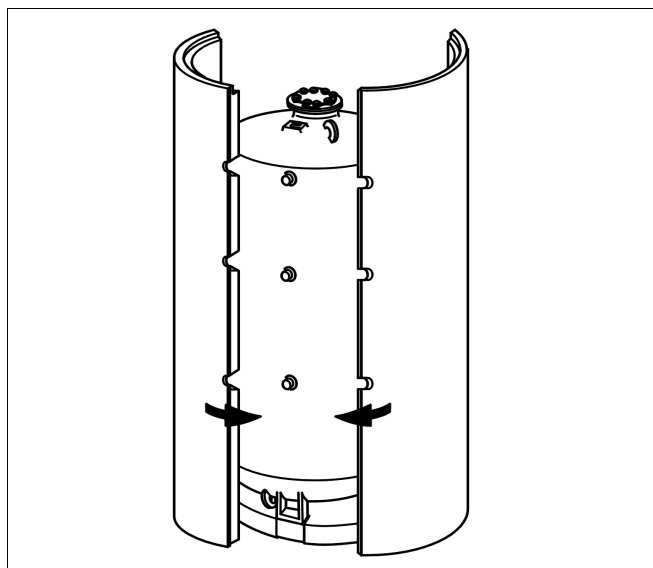
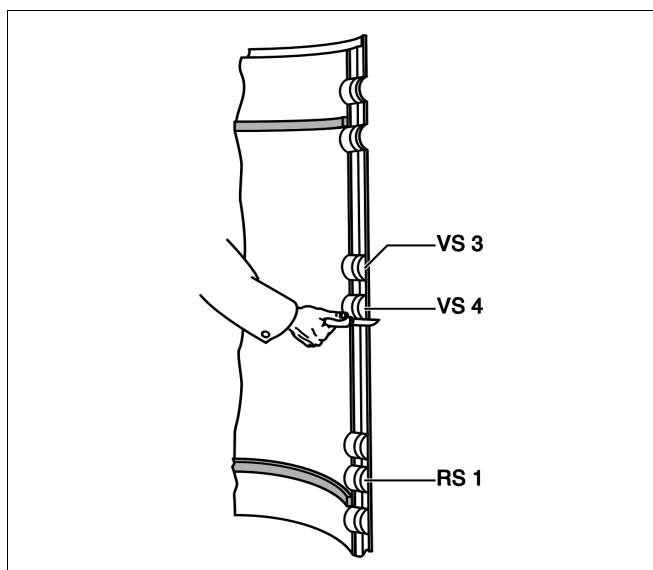

Fig. 6
Fig. 7
- Disporre i 4 segmenti termoisolanti, in maniera corrispondente alle aperture risp. agli attacchi, attorno al corpo dell'accumulatore (fig. 6 e fig. 7).
Per l'accumulatore tipo ST SK 800 le aperture VS 3, VS 4 e RS 1 si devono ritagliare in entrambi i segmenti termoisolanti (fig. 7).